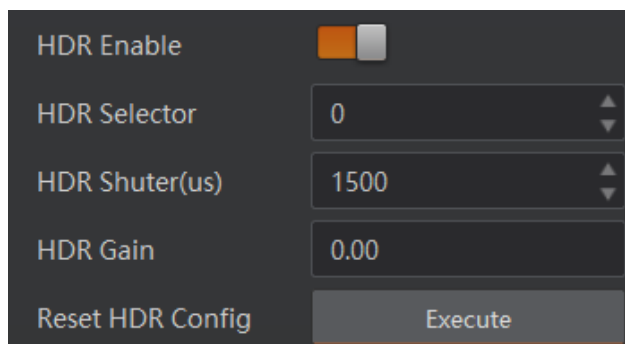

图5-7 HDR 设置
2. 选择 *HDR Selector*，调整 *HDR Shutter* 参数和 *HDR Gain* 参数的数值，分别对每一组参数进行设置，如 图 5-7 所示。